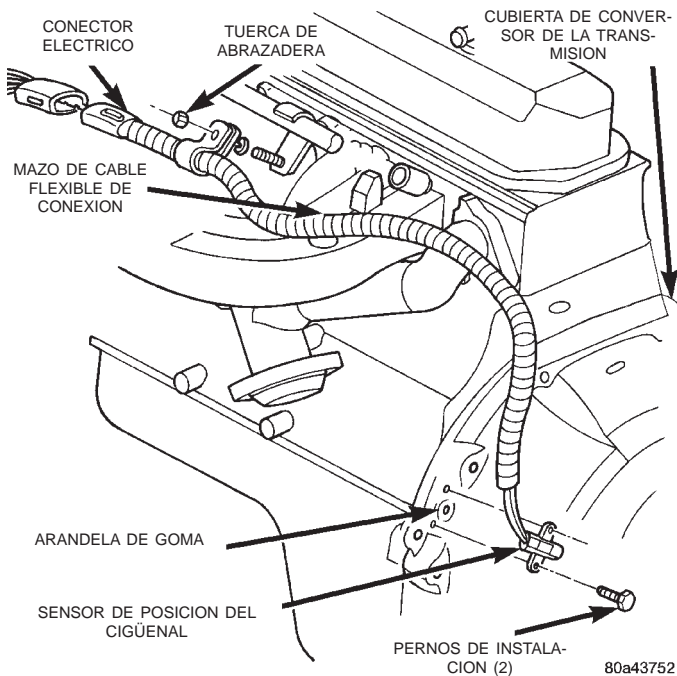

Fig. 8 Sensor de posición del cigüeñal—Motor 4.0L
- (11) Desacople todos los conectores de cable fijados a los componentes de la transmisión o la caja de cambios, si están instalados.
- (12) Sostenga la caja de cambios, si está instalada, con un gato de transmisión.
- (13) Asegure la caja de cambios, si está instalada, en el gato con cadenas de seguridad.
- (14) Desconecte la articulación de cambios de la caja de cambios, si está instalada.
- (15) Retire las tuercas que fijan la caja de cambios a la transmisión, si están instaladas.
- (16) Retire la caja de cambios, si está instalada.
- (17) Retire el sensor de posición del cigüeñal (Fig. 7), (Fig. 8).